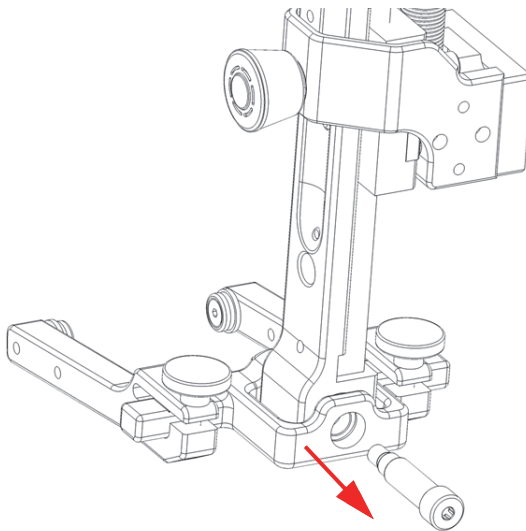

图 5-3 拆下背面的螺钉
1. 使用2.5毫米六角键，拧松并拆下位于轭的旋转梁背面的螺钉（参见第74页的图 5-3）。